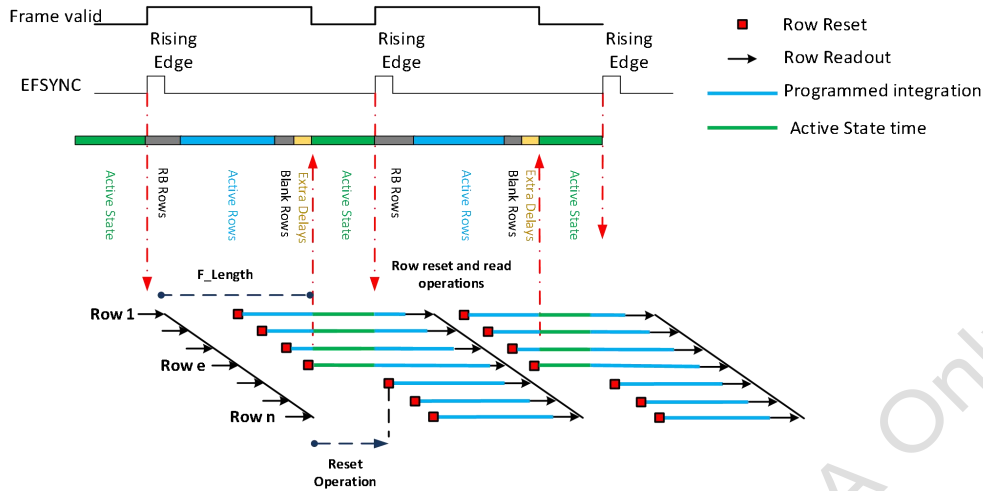

图 2-2 Slave Mode 曝光实现图
- 3) Active State 时，芯片停止输出及停止 Row reset 操作，如图 2-2 所示，会导致一帧图像 Row 1~Row e 行与 Row (e+1)~Row n 行的曝光时间不同，Row 1~Row e 行的曝光时间比 Row (e+1)~Row n 行的曝光时间大，多出的时间为 Active State time，为避免这种曝光差异，要求外部精确控制 EFSYNC，使 Active State 控制在 40ns 以内，保证一帧内的每行曝光时间基本一致；